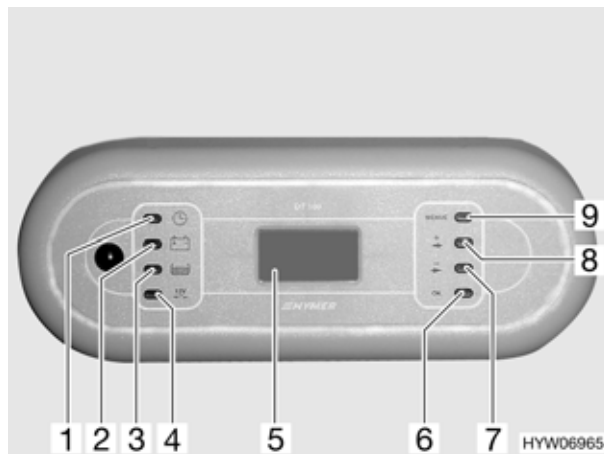
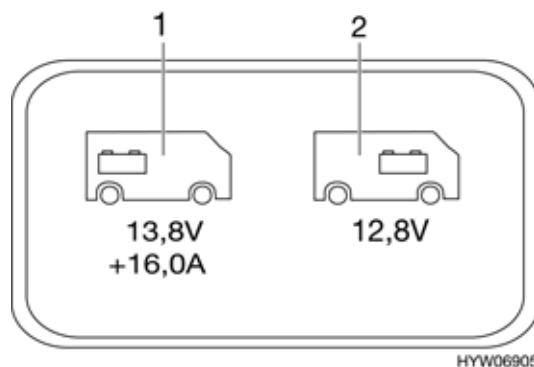
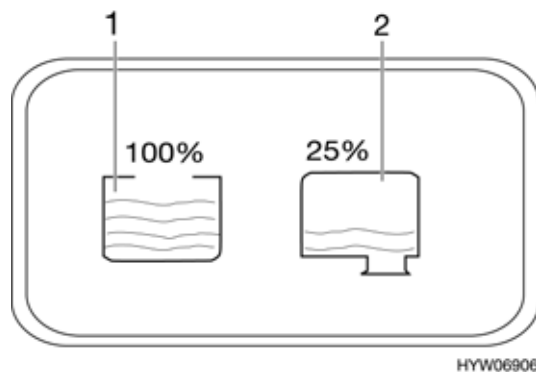
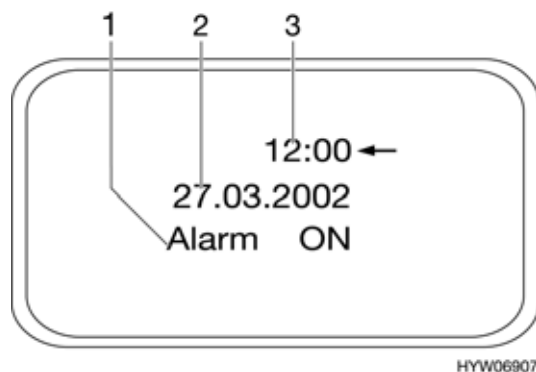

Fig. 124 Pannello di controllo (variante 3)
Fig. 126 Menu Batteria
Fig. 127 Menu Serbatoio
Fig. 128 Menu Impostazioni
L'interruttore principale a 12 V (Fig. 124,4) inserisce o disinserisce il pannello di controllo e l'alimentazione a 12 V dell'abitacolo.
- Premere il tasto (Fig. 124,4): l'alimentazione a 12 V dell'abitacolo è inserita. Il display LCD (Fig. 124,5) mostra il menu base ed è illuminato per 20 secondi.
- Premere il tasto (Fig. 124,4): l'alimentazione a 12 V dell'abitacolo è disinserita. Il display LCD si dissolve.
Il menu base (Fig. 125) appare sempre dopo l'accensione con l'interruttore principale a 12 V (Fig. 124,4). Quando si premono i tasti il display LCD si illumina automaticamente.
- Premere il tasto (Fig. 124,1): appare il menu base.
- Premere il tasto (Fig. 124,2): appare il menu Batteria (Fig. 126).
- Tensione (V), corrente di carica (+A) e corrente di scarica (-A) della batteria dell'abitacolo (Fig. 126,1)
- Tensione (V) della batteria di avviamento (Fig. 126,2)
- Premere il tasto (Fig. 124,3): appare il menu Serbatoio (Fig. 127).
- Livello del serbatoio dell'acqua (Fig. 127,1)
- Livello del serbatoio delle acque grigie (Fig. 127,2)
- Premere il tasto (Fig. 124,9): appare il menu Impostazioni (Fig. 128).
- Ora (Fig. 128,3)
- Data (Fig. 128,2)
- Allarme (Fig. 128,1)
- Selezionare l'ora con i tasti (Fig. 124,7 e 8) e usare il tasto (Fig. 124,6) per modificarla.
- Selezionare le cifre dei minuti o delle ore con i tasti (Fig. 124,7 e 8) e attendere finché le cifre selezionate non lampeggiano.
- Modificare la relativa cifra con i tasti (Fig. 124,7 e 8) e usare il tasto (Fig. 124,6) per confermare. Ora è possibile passare alla cifra da selezionare successiva per modificarla.
- Confermare l'ora impostata con il tasto (Fig. 124,6).
- Selezionare la data con i tasti (Fig. 124,7 e 8) e usare il tasto (Fig. 124,6) per modificarla.
- Selezionare le cifre del giorno, del mese o dell'anno con i tasti (Fig. 124,7 e 8) e attendere finché le cifre selezionate non lampeggiano.
- Confermare la data impostata con il tasto (Fig. 124,6).
Il menu Batteria appare e il simbolo (Fig. 126,1) inizia a lampeggiare non appena la tensione della batteria dell'abitacolo scende al di sotto di 11 V (misurazione durante il normale esercizio) con conseguente rischio che la batteria si scarichi troppo.
Il menu Serbatoio appare e il rispettivo simbolo (Fig. 127,1 o 2) inizia a lampeggiare quando il serbatoio dell'acqua è vuoto oppure il serbatoio delle acque grigie è pieno.